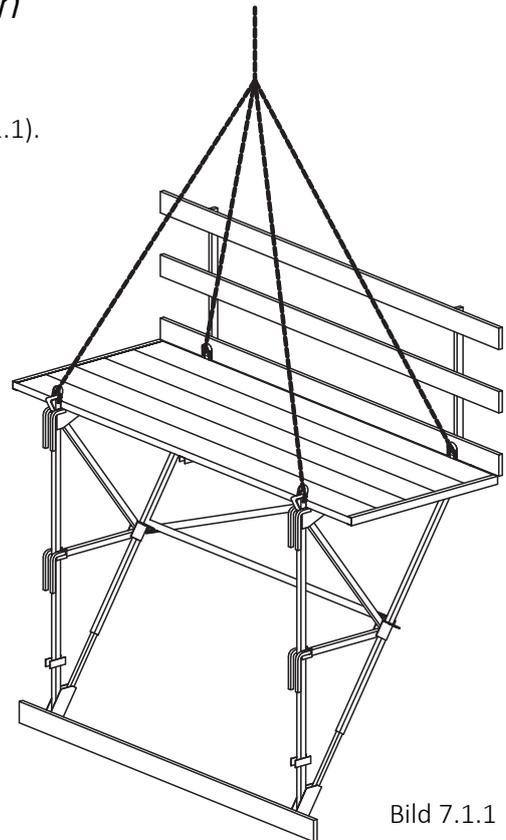

Bild 7.1.1
- 1 Für den Krantransport ist ein 4-fach Seilgehänge an den Kranhakenbügel der Klappkonsolen einzuhängen (Bild 7.1.1).